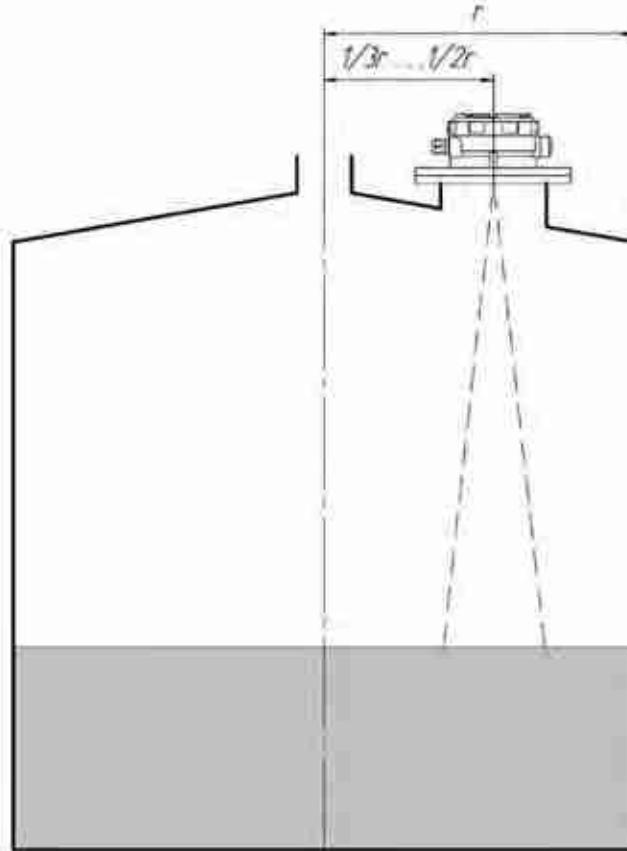

Рис. 4.7. Установка прибора
- расстояние от стенки емкости до центральной оси датчика уровня выбирать в пределах 1/2...1/3 радиуса резервуара, рис. 4.7;